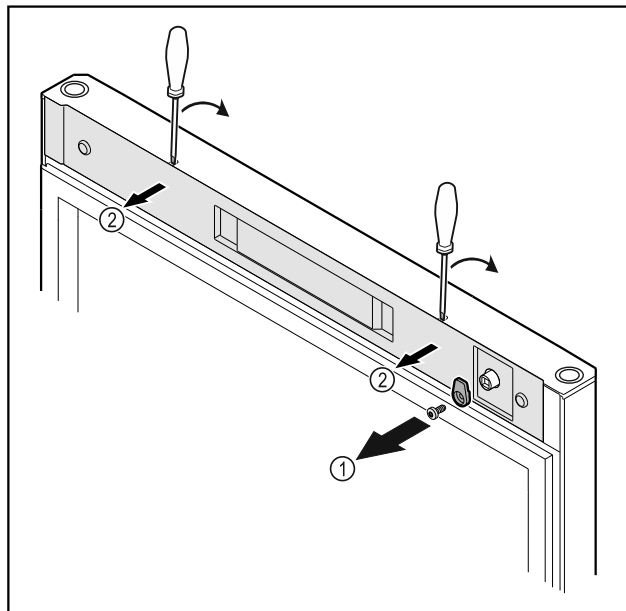

Fig. 14
- Odkręcić haczyk zamykający Fig. 14 (1).
- Ostonkę Fig. 14 (1) podważyć małym śrubokrętem i zdjąć.